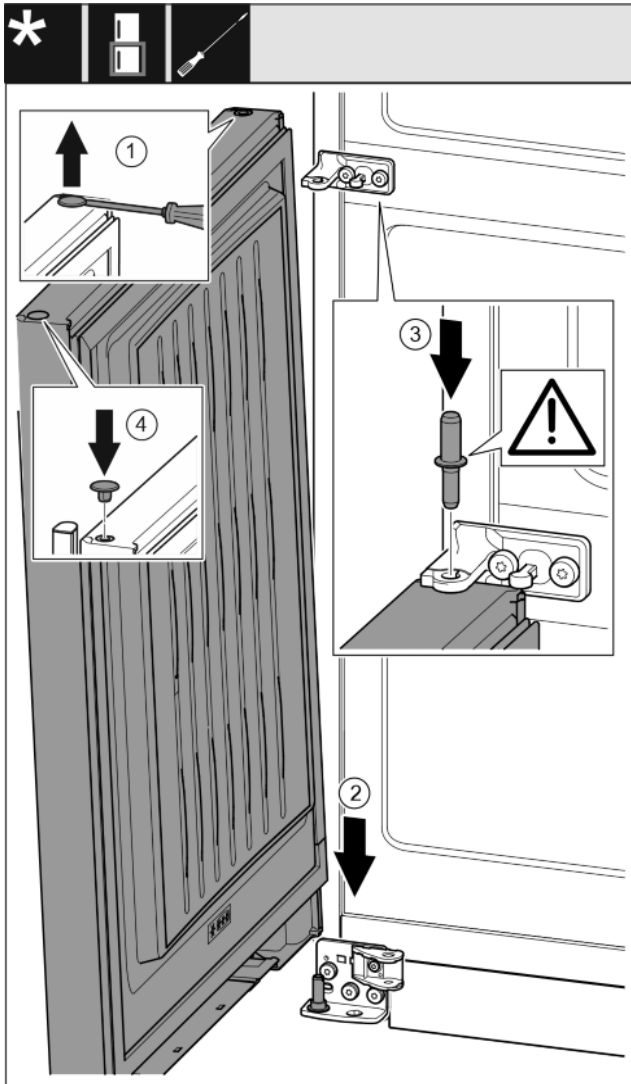

Fig. 32
- ▶ За допомогою шліцевої викрутки обережно підніміть пробку та витягніть її. Fig. 32 (1)
- ▶ Встановіть дверцятка зверху на нижній опорний гвинт. Fig. 32 (2)
- ▶ Середній опорний гвинт встановіть в нижні дверцятка через середній опорний кронштейн. При цьому виступ фіксатора повинен бути спрямований назад. Fig. 32 (3)
- ▶ Знову вставте пробку з іншого боку дверцят. Fig. 32 (4)